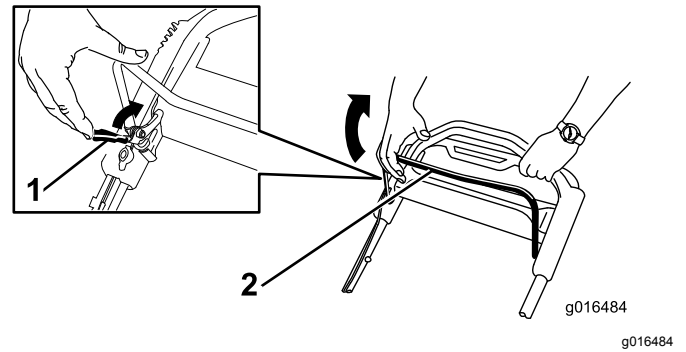

Figura 22
1. Puxe o bloqueio da barra de controlo da lâmina em direção à barra (Figura 22).
2. Puxe a barra de controlo **lentamente** para trás, em direção à pega (Figura 22).